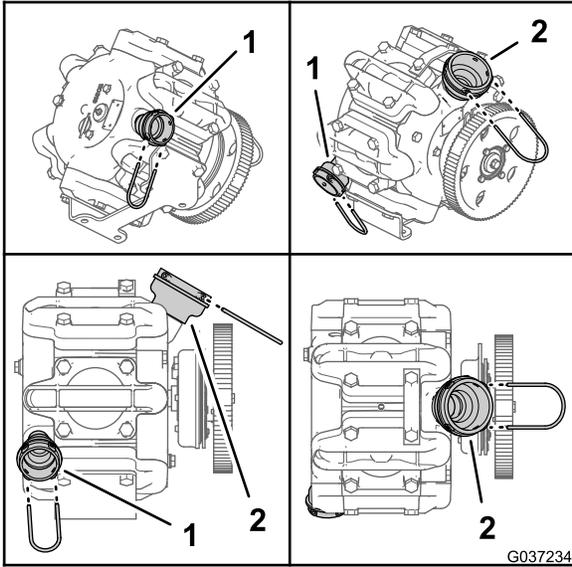
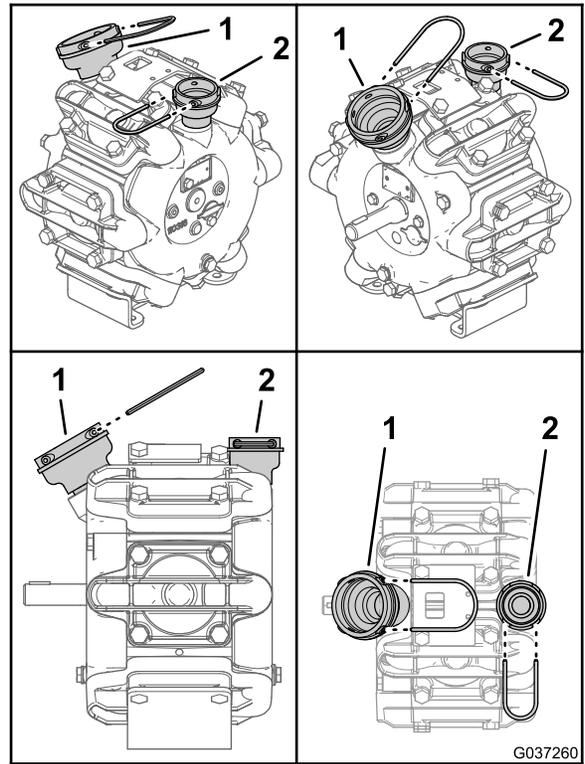

图2
图3
1. 将旧打药车泵从机器上拆除后，注意卡环和压力端口接头中的卡环插槽的位置；请参阅图2 或图3。
2. 注意卡环和供液端口接头中的卡环插槽的位置；请参阅图2 或图3。
- 用手拧紧接头，直至卡环插槽对齐到您**注意打药车泵接头的位置**。(页码 1)中的步骤 2 中观察到的旧泵；请参阅图2 或图3。
7. 用手拧紧接头，直至卡环插槽对齐到您在2 注意打药车泵接头的位置。(页码 1)中的步骤 1 中观察到的旧泵；请参阅图2 或图3。